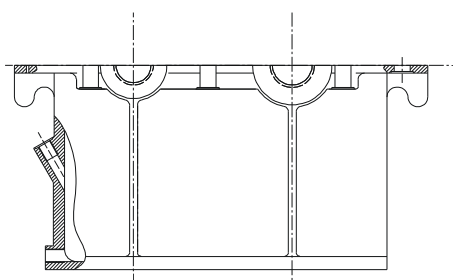

图 8-3-21
STEP 24 使用填充工具对剖面进行图案填充，效果如图 8-3-21 所示。